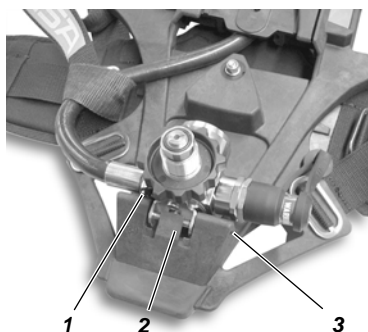
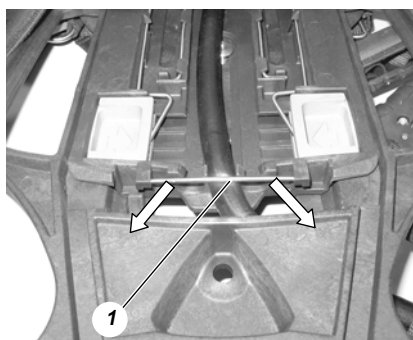

Fig. 9 Démontez le détendeur de pression
Fig. 10 Démontez le tuyau
- (4) Faites glisser les coussinets d'épaule dans la position inférieure des encoches de guidage latérales de la plaque dorsale, faites pencher les boutons un peu à l'extérieur vers l'avant et extrayez les coussinets des encoches de guidage.
- (5) Débouchez les coussinets d'épaule et la ceinture de hanche de la plaque dorsale.
- (6) Appuyez sur la goupille de fixation (voir Fig. 10) du tuyau à plusieurs voies en la penchant vers le bas et démontez-la.
- (7) Procédez de la même manière sur l'autre côté de la plaque dorsale.
- (8) Démontez le tuyau à plusieurs voies du guide de la plaque dorsale.
- (9) Enfoncez l'axe (3) dans le support du détenteur de pression (voir Fig. 9).
- (10) Enlevez le détendeur de pression de la plaque dorsale, n'enfonchez **pas** le ressort d'arrêt (2).